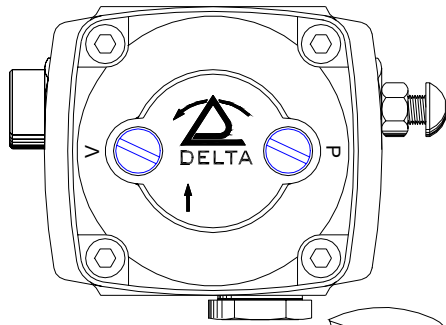

Fig. 1
- Retirer le bouchon de 1/4" du raccord de vide avec une clé à fourche de 19 mm (fig. 1).
- Fermer le raccord de retour avec un bouchon en métal de 1/4" (fig. 1).